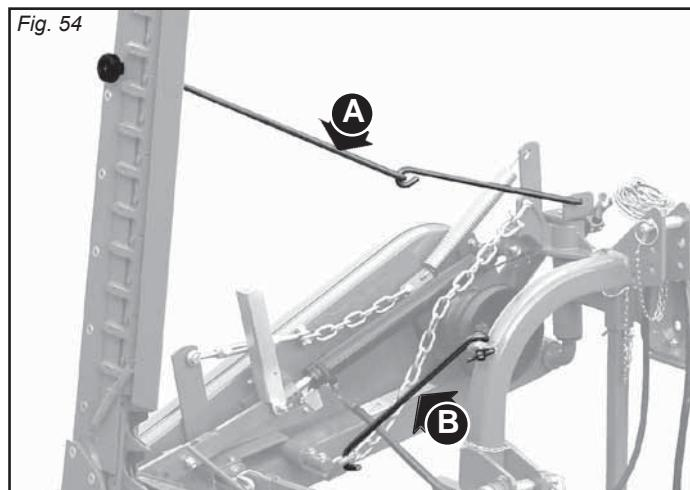

Fig. 54
- Assicurarla con il gancio di sicurezza (A, Fig. 54).
- Infilare il gancio di sicurezza (B, Fig. 54).